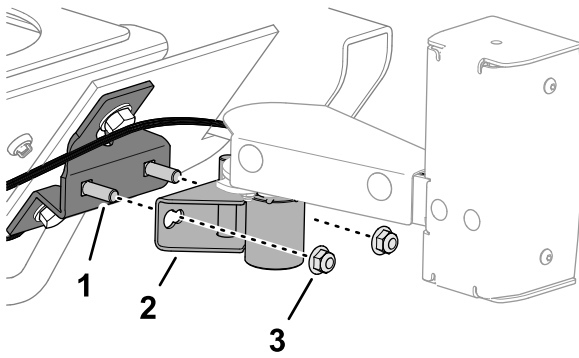

Figure 52
5. Fixez le support de pivot sur les boulons de carrosserie du support adaptateur pivotant (Figure 52) à l'aide de 2 contre-écrous ($\frac{3}{8}$ po).